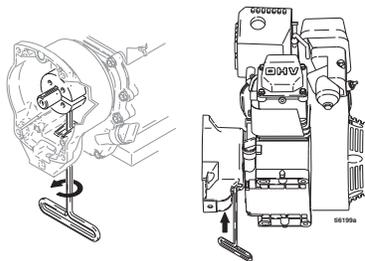

FIG. 8
3. FIG. 8. Incline el motor hacia un lado de forma que el depósito de gasolina esté hacia abajo y el depurador de aire hacia arriba.